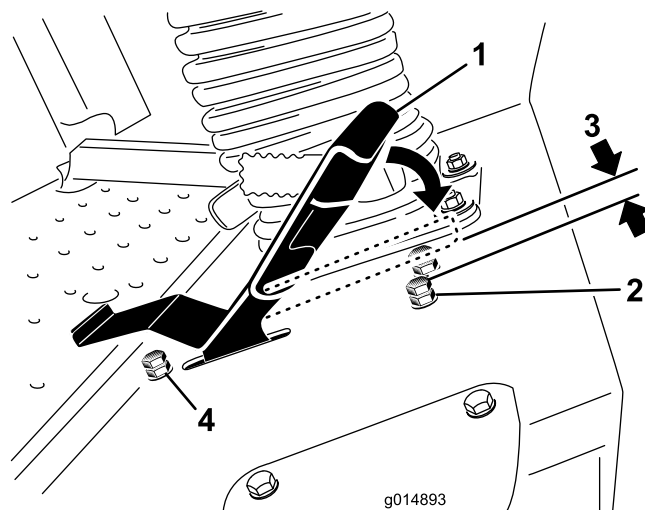

Figura 60
3. Solte a porca de bloqueio no parafuso de bloqueio do pedal de tracção (Figura 60).